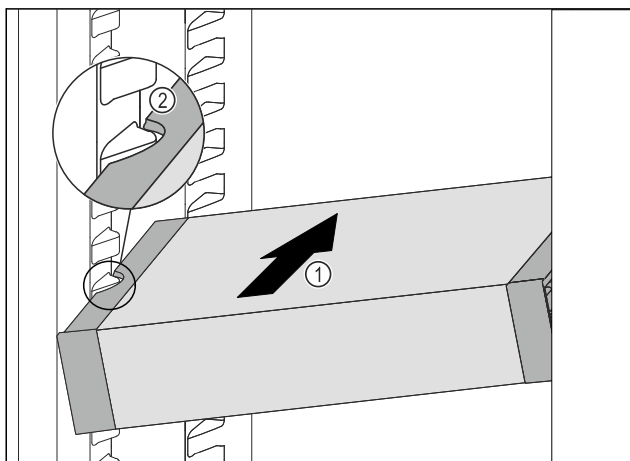

Fig. 164
- Futni pjerrtas VarioSafe në pjesën e ftohjes Fig. 164 (1), derisa foletë anësore Fig. 164 (2) të VarioSafe të jenë në lartësinë e brinjëve të kutisë në pjesën e ftohjes.